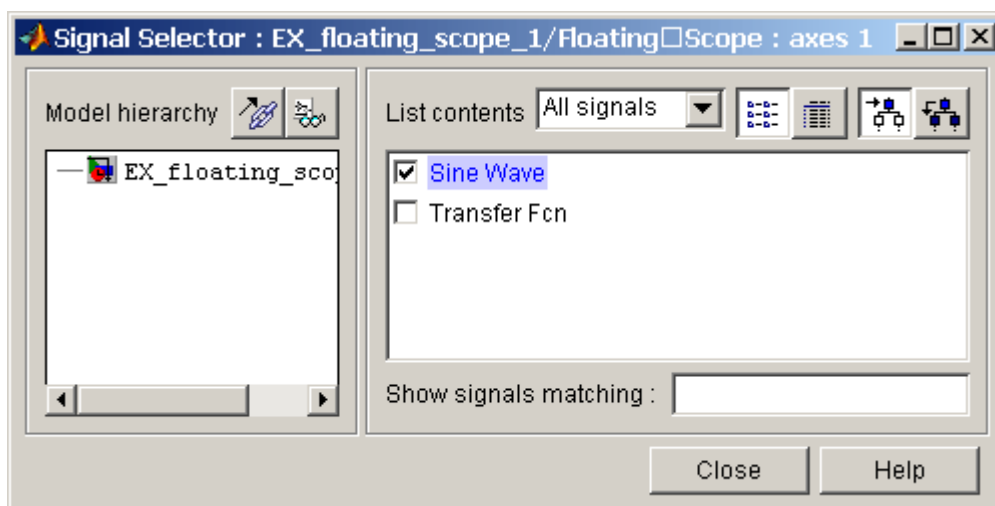

Рисунок 5.11 – вікно діалогу *Signal Selector*
2. За допомогою інструмента  відкрити вікно діалогу *Signal Selector* (рисунок 5.11).